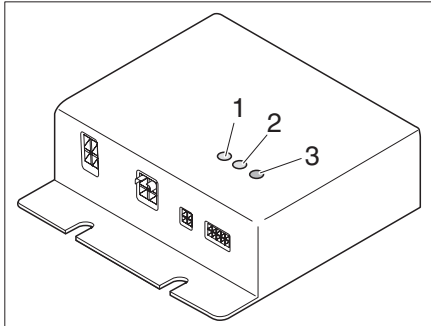

Bild 83 Reglerdon
Reglerdonet (Bild 83) finns i klädskalet. Kontrolllamporna på reglerdonet har följande betydelse:
- Kontroll-LED (Bild 83,1) VK1 lyser grönt: värmekrets 1 är i drift
- Kontroll-LED (Bild 83,2) VK2 lyser grönt: Värmekrets 2 är i drift
- Fel-LED (Bild 83,3)